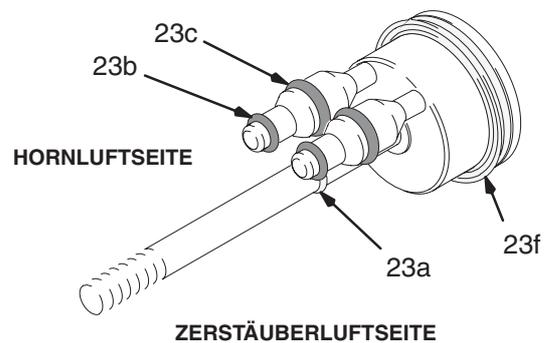

Abb. 28
3. O-Ringe (23a, 23b, 23c) und U-Packung (23f) auf Beschädigung überprüfen. Siehe Abb. 27. Siehe Abb. 28, um Luftleckagen zu beheben.
6. Stellglied (19) und Gegenmutter (46) einbauen, und zwar so, daß die Gegenmutter mit dem Ende der Kolbenstange bündig ist. Mutter (36) wie auf Seite 28 beschrieben einstellen. Gegenmutter (46) sicher festdrehen, damit sie sich nicht während des Betriebs lösen kann.